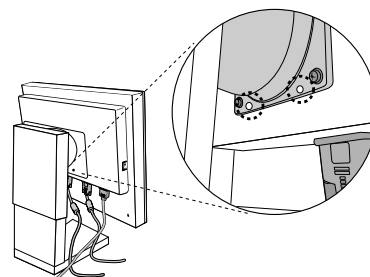

Rysunek S.2
3. Wykręcić 4 śrubki łączące monitor z podstawką używając klucza do śrub o łbie sześciokątnym (**Rysunek S.2**). Unieść podstawkę z monitora. Po wykonaniu powyższych operacji monitor jest przygotowany do zastosowania alternatywnej metody zamocowania.